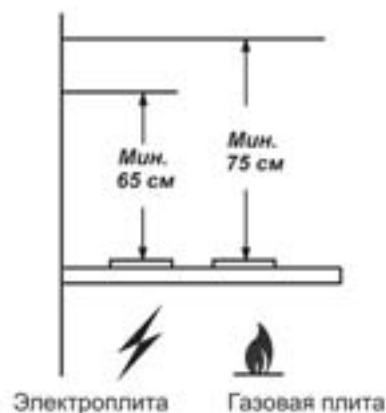

рис. 1
1.2 Зонт устанавливайте на высоте, как показано на рис. 1.
- разметьте линию установки нижней части зонта над плитой (рис. 1);